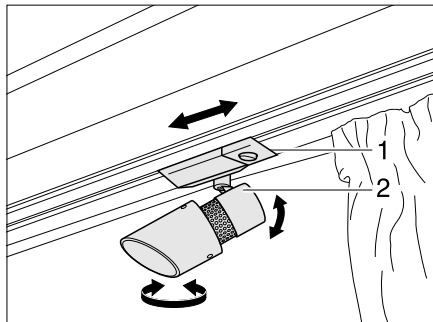

Bild 62 Spotleuchte
- Gehäuse (Bild 62,2) fassen und drehen.
- Halterung (Bild 62,1) fassen.